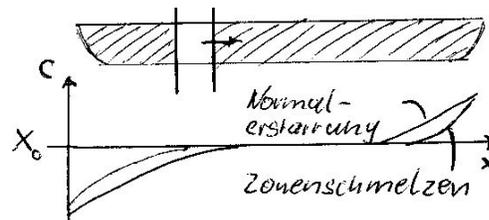

Abbildung 9: Zonenschmelzen
**Zonenschmelzen (Abbildung 9)** → Verunreinigen werden weggeschnitten und nochmal eingeschmolzen  $X^S = X^O(1 - (1 - k)e^{-\frac{kx}{e}})$